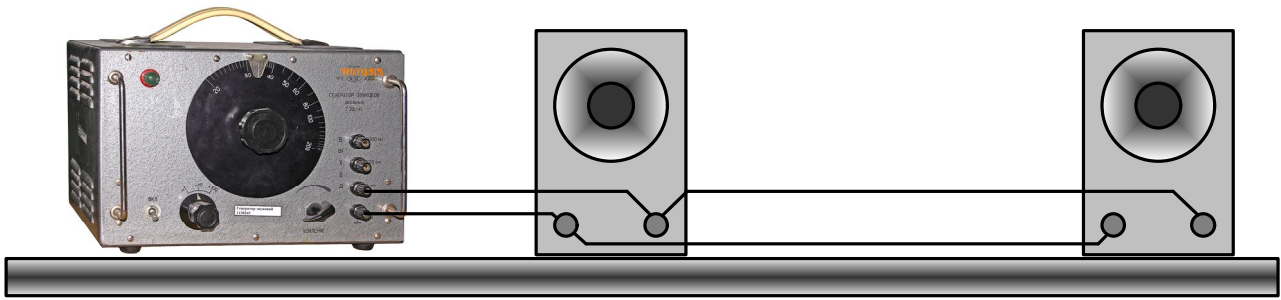

Рис. 13
1. Для демонстрації інтерференції звукових хвиль зберіть установку, зображену на рис. 13. Відстань між гучномовцями встановіть рівною 1 – 2 м, відстань до спостерігачів 2 – 3 м. Зверніть увагу учнів, що в цій установці гучномовці є джерелами когерентних хвиль.